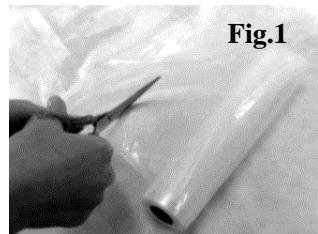

Fig. 1
3. Anbring den åbne ende af posen i vakuummammeret. Sørg for, at posen ikke dækker luftindtaget. – Fig. 1.
3. Åbn apparatet. Slut den ene ende af slangen til vakuumkammerets luftindtag, og slut den anden ende af slangen til hullet midt i vakuumbeholderens låg. Drej knappen på vakuumbeholderens låg til positionen "SEAL" – Fig. 1 og 2.